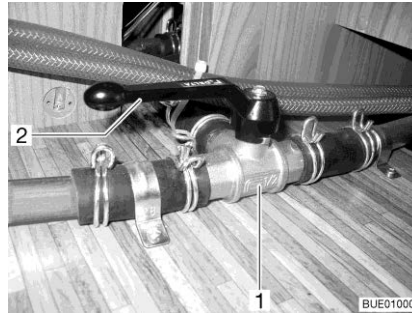

Bild 161 3-Wege-Ventil
- Den Hebel (Bild 161,2) des 3-Wege-Ventils (Bild 161,1) parallel zur geraden Durchflussrichtung (Bild 161) stellen.
- Den Hebel (Bild 161,2) des 3-Wege-Ventils (Bild 161,1) quer zur geraden Durchflussrichtung stellen.